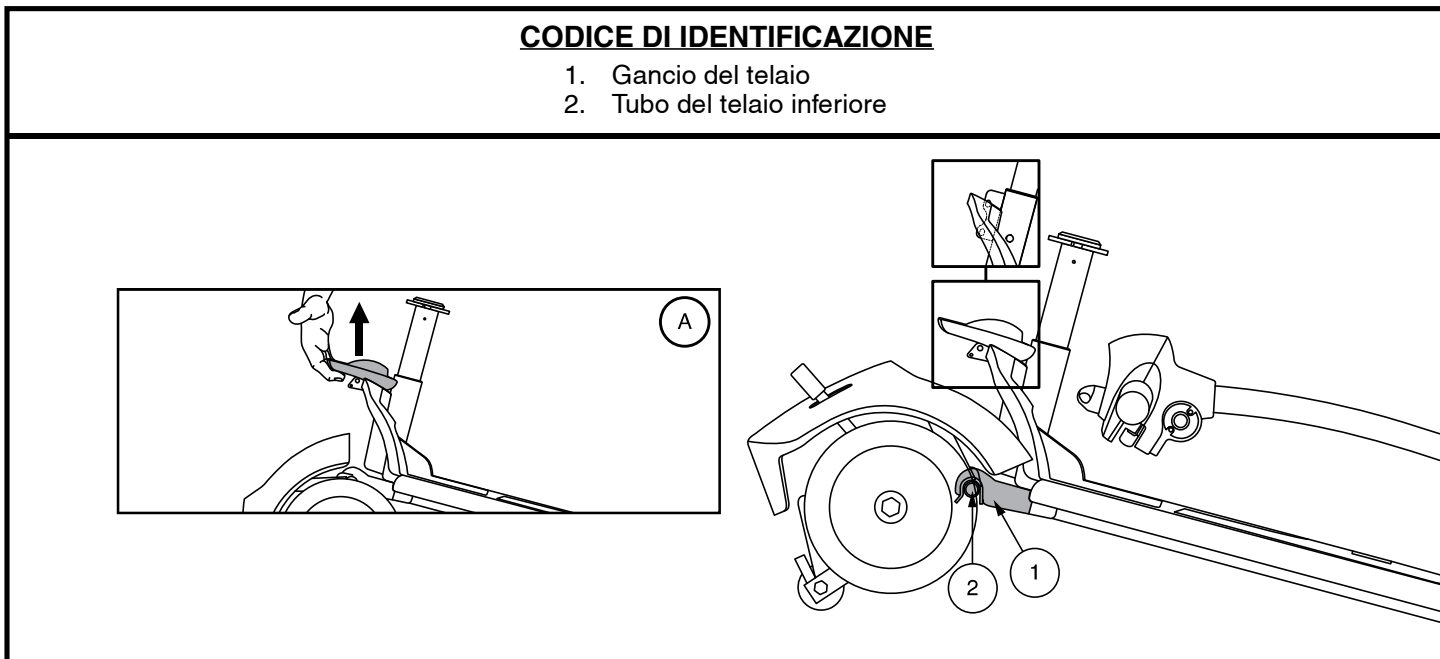

Figura 18. Leva di rilascio del telaio
3. Sollevare la leva di rilascio del telaio fino a quando i ganci del telaio non sono più posati sul tubo del telaio inferiore. **Vedere figura 18.**
1. Usare la leva di rilascio del telaio per sollevare la parte anteriore mentre si allineano i ganci del telaio della parte anteriore con il tubo del telaio inferiore della sezione posteriore. **Vedere figura 18.**
2. Una volta che i ganci del telaio sono sopra il tubo del telaio inferiore, abbassare la sezione anteriore e ruotare contemporaneamente la sezione posteriore. Questa operazione aggancia automaticamente la chiusura del telaio. **Vedere figura 18.**